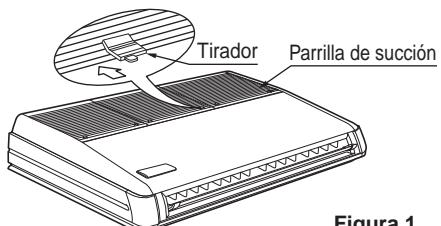

Figura 1
- Deslice los tiradores de seguro ($\times 2$) en el interior de la parrilla de succión (en la dirección de las flechas) y levante hacia arriba. (Vea la Figura 1)